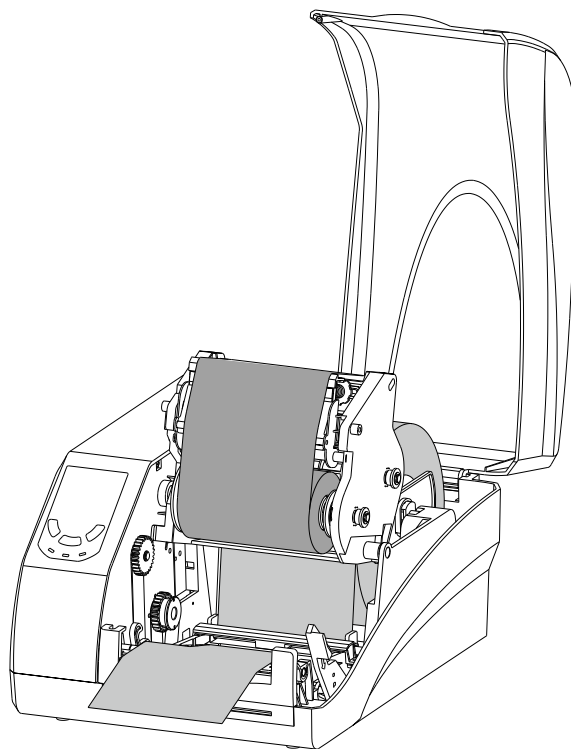

图 2-17
5. 调整好纸张探测器后，拉出标签纸，使其从打印胶辊上面通过，并按刻度尺居中定位，如图 2-17 所示。